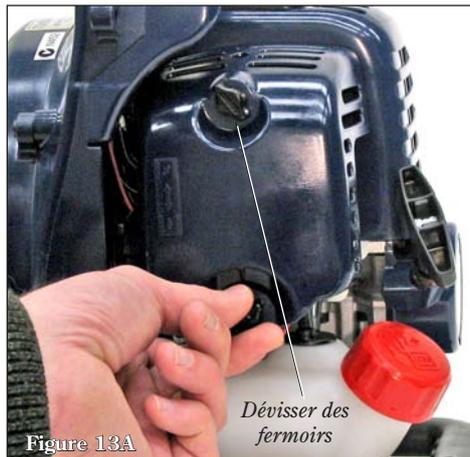

Figure 13A
1. Retirer le couvercle du filtre à air en desserrant la vis à ailettes située au bas du couvercle et en soulevant celui-ci. Voir figure 13A.